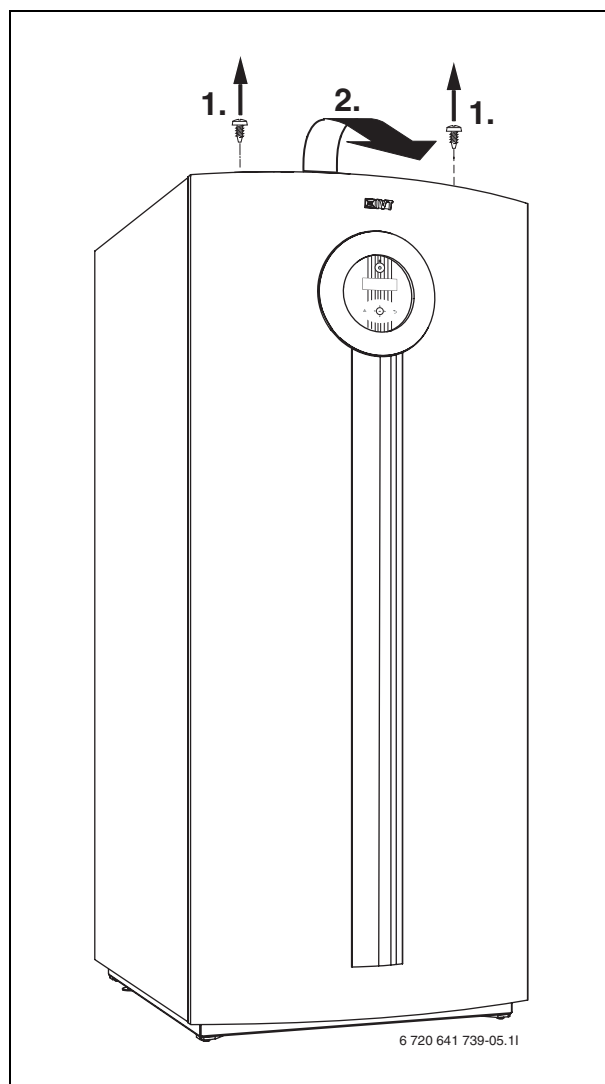

Bild 19 Demontering av frontplåt
- ▶ Montera bort frontplåten (→ bild 19).
- ▶ Skruva loss skruvarna, luta frontplåten utåt och lyft bort den (→ bild 19).
- ▶ Demontera frontplåten (→ bild 19).